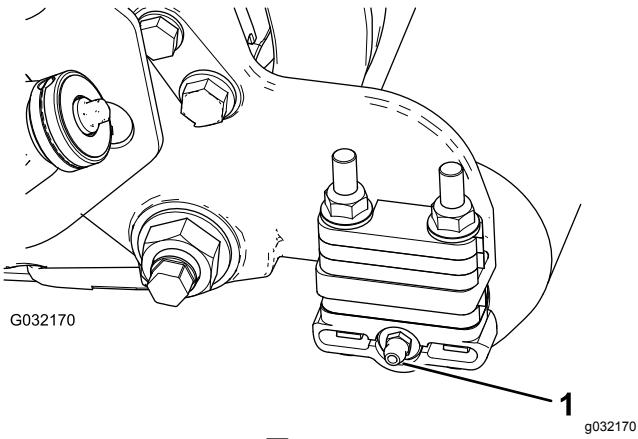

図 2
3. グリスフィットティング 90度を後ろ向きに取り付ける図 2。